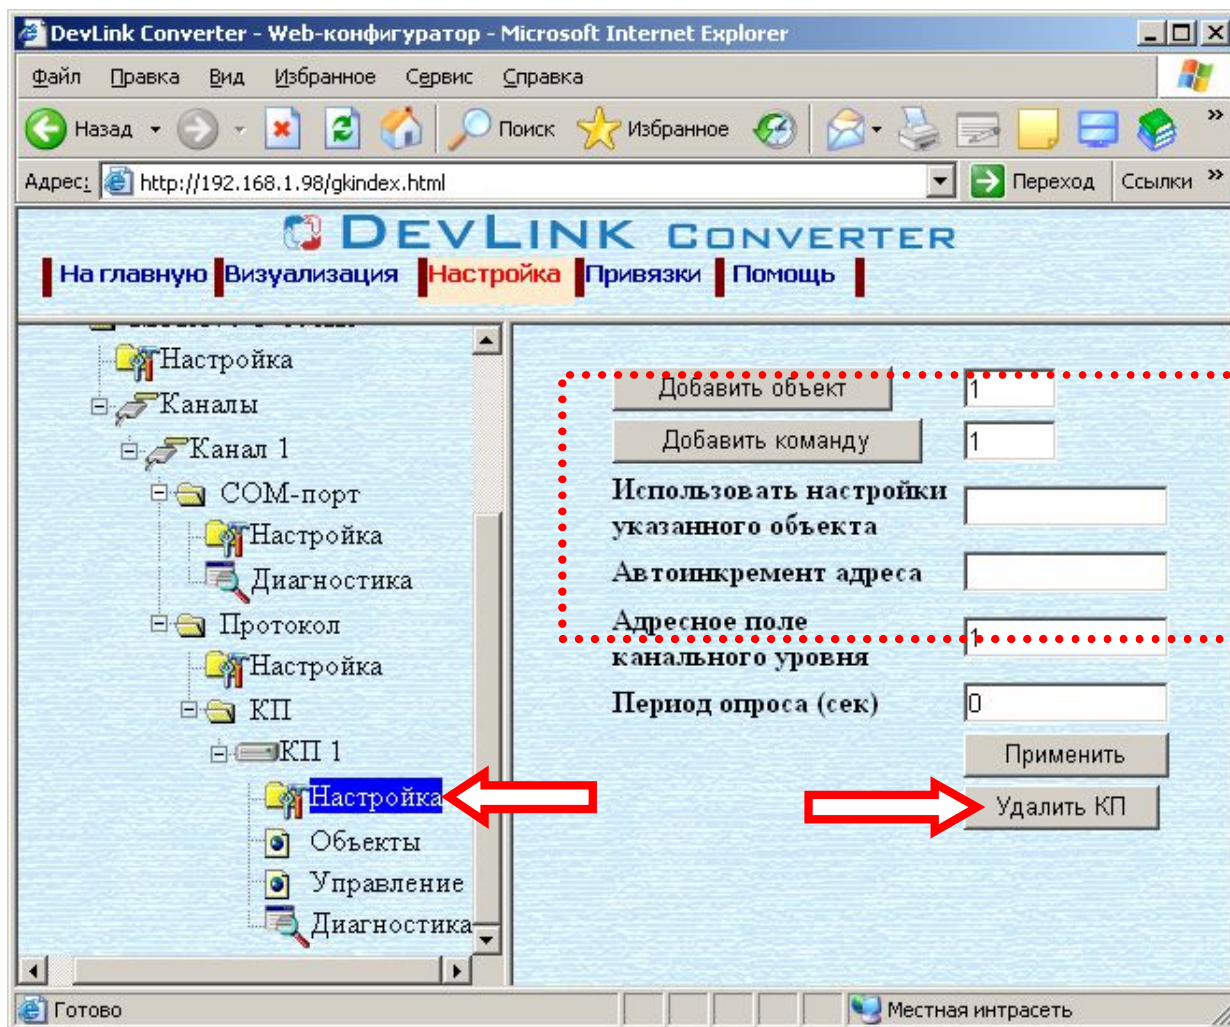

Рисунок 3.8 – Добавление объекта информации (команды) в канал
- Выберите в дереве объектов *папку «Настройка»* протокола драйвера нужного КП (рисунок 3.8).